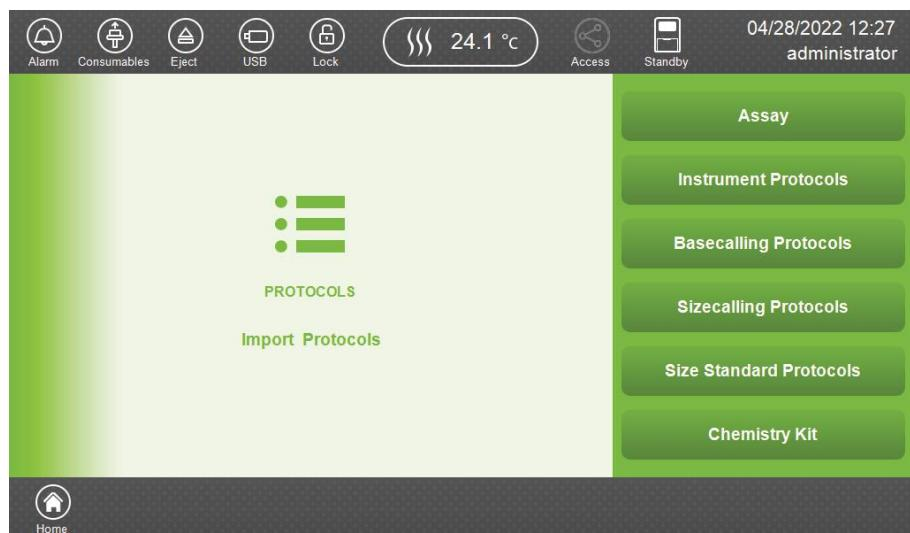

図 157 Import Protocols 画面
3. 希望する protocol（図 157）をインポートするために Chemistry Kit を選びます。このステップの後、セクション 7.5.2 Protocol と Assay のインポートに記載されている手順に従ってください。